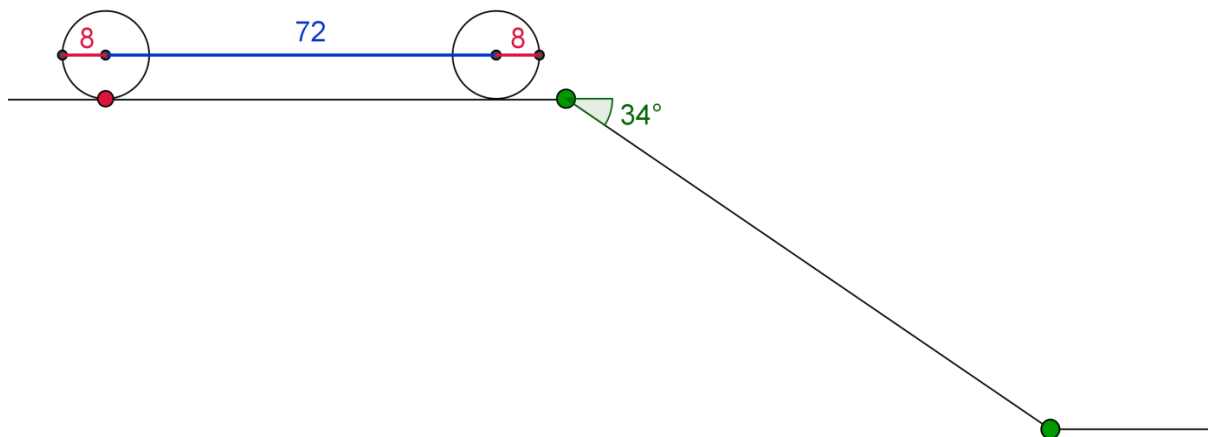

Abb. 2
**Aufgabe 1.** Wenn die Räder des Autos einen Radius von 8cm haben und der Radstand (der Abstand zwischen den Mittelpunkten der Räder) bei 72cm liegt (siehe Abb.2), kann das Auto dann sicher die Steigung von  $34^\circ$  hinab fahren?